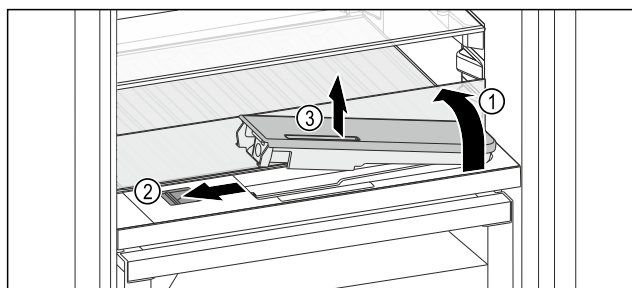

Fig. 172
- Steklenu ploščo dvignite in jo sklopite nazaj do omejevalnika Fig. 172 (1).
- Drsnik Fig. 172 (2) potisnite v levo.
- Odstranite rezervoar za vodo Fig. 172 (3).